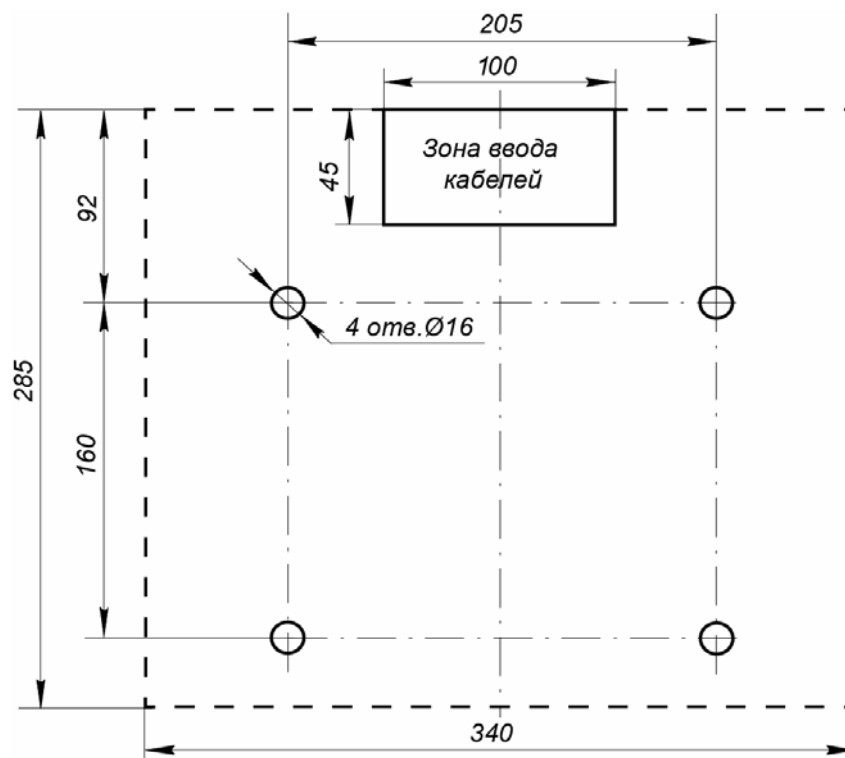
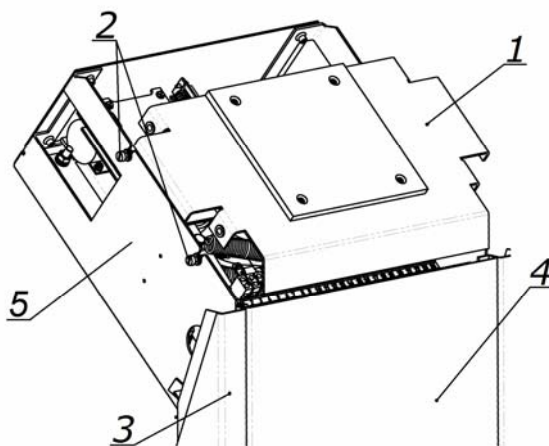

Рисунок 10. Разметка отверстий в полу под крепление стойки турникета (пунктиром показаны габариты основания)
Рисунок 11. Стойка турникета со снятой крышкой
2. В соответствии со схемой, приведенной на рис. 10, произведите разметку и разделку отверстий в полу под гильзы анкеров (15) для крепления стойки турникета.
3. Произведите монтаж источника питания турникета (9) на отведенное для него место в соответствии с инструкцией в имеющейся на него эксплуатационной документации.
4. При необходимости прокладки кабелей под поверхностью пола подготовьте в полу кабельный канал к зоне ввода кабелей в стойку турникета. Расположение зоны ввода кабелей указано на схеме рис. 10.
5. Установите гильзы анкеров (15) в выполненные в полу отверстия так, чтобы они не выступали над поверхностью пола.
6. Снимите крышку турникета (2). Порядок снятия крышки см. в разд. 6.
7. Снимите усиливающую пластину (1, рис. 11). Для этого предварительно ослабьте отверткой шлицевой четыре винта крепления пластины (2, рис. 11).
8. Снимите заднюю стенку турникета (4, рис. 11). Для этого смещайте ее вверх вдоль стойки турникета, до тех пор, пока она не выйдет из зацепления со стойкой. Задняя стенка снабжена двумя парами зацепов, расположенными в ее верхней и нижней частях.
14. Подключите кабель питания (11) от источника питания турникета к выносной клеммной колодке **XS1**.
15. При необходимости произведите установку считывателей карт доступа на предусмотренные для этого места на стойке (5, рис. 11). Для подключения считывателей используйте свободные контакты (15 - 24) клеммной колодки **XS1**.